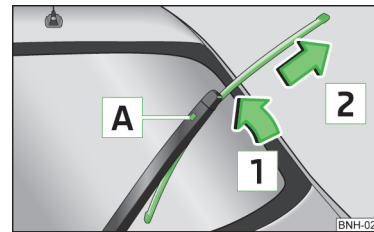

Abb. 153
- › Den Scheibenwischerarm von der Scheibe in Pfeilrichtung 1 anheben » Abb. 153.